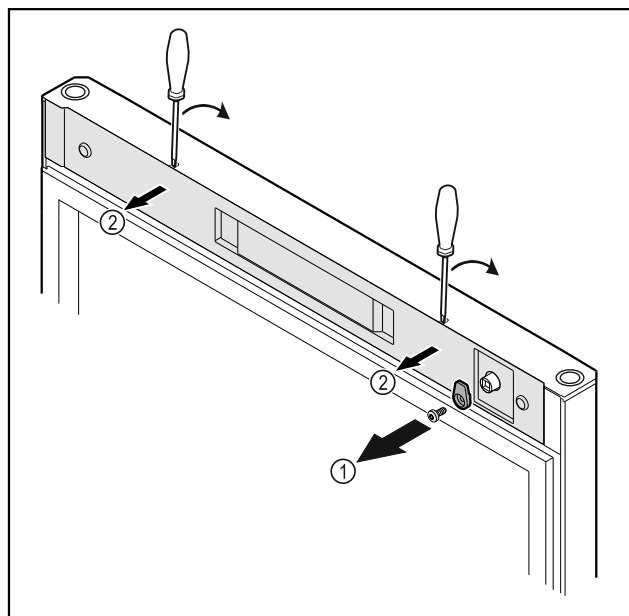

Fig. 10
- Odvrnite kuke za zatvaranje Fig. 10 (1).
- Odvojite poklopac Fig. 10 (1) malim odvijačem i skinite ga.